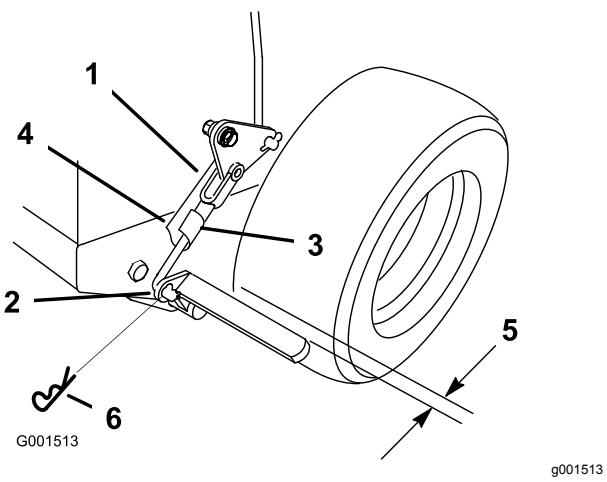

Bild 44
3. Entfernen Sie den Federsplint aus dem Bremsenunterlenker (Bild 44).
4. Drehen Sie den Bremsunterlenker-Bügel nach rechts in den Bügel, um die Feststellbremse anzuziehen, drehen Sie den Bremsgestängebügel nach links aus dem Bügel heraus, um die Feststellbremse zu lösen (Bild 44).
- Hinweis:** Bei gelöster Feststellbremse sollte der Abstand zwischen dem Reifen und der flachen Stange ca. 6 mm sein (Bild 44).
5. Befestigen Sie den Unterlenker mit dem Splint und dem Lastösenbolzen am unteren Bremshebel (Bild 44).